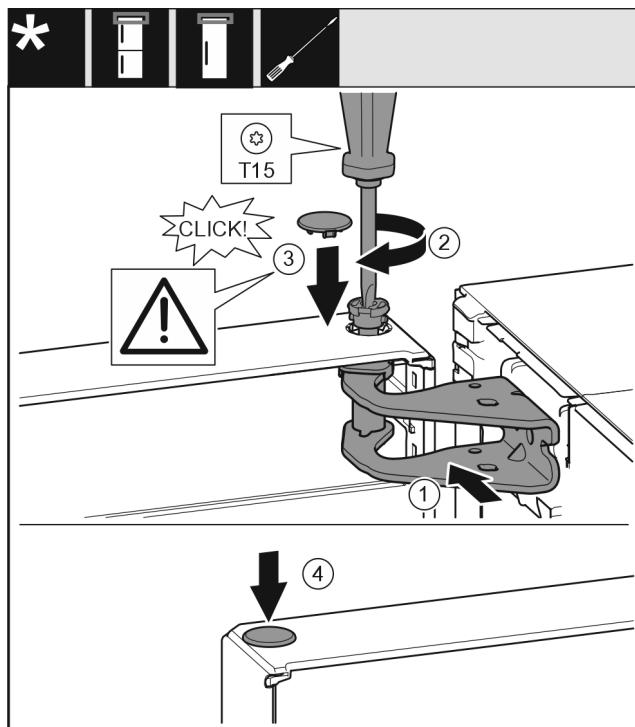

Fig. 22
- Vrata zgoraj naravnajte k odprtini v ležajnem podstavku. Fig. 22 (1)
- Vstavite sornik in ga privijte z izvijačem T15. Fig. 22 (2)
- Montirajte varovalni pokrov za varovanje vrat: Vstavite varovalni pokrov in preverite, če se nalega na vrata. V nasprotnem primeru sornike vstavite v celoti. Fig. 22 (3)
- Vstavite čep. Fig. 22 (4)